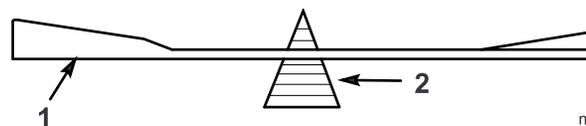

Figura 42
2. Controllate l'equilibrio di ciascuna lama collocandola su un bilanciatore (Figura 42).